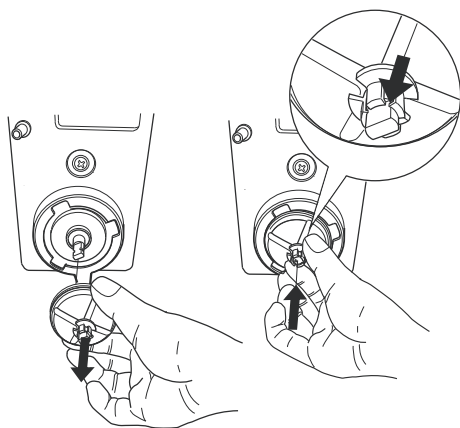

Рис. 10
- Чтобы разобрать лопасти, слегка надавите на центр для их высвобождения (рис. 10);